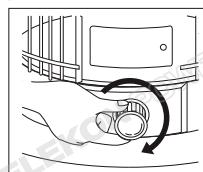

Рис. 12
- Поверните ручку регулировки фитиля по часовой стрелке и выдвиньте фитиль до конца вверх (Рис.12).